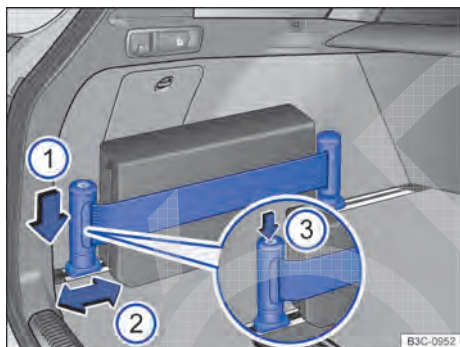

Fig. 132 No compartimento de bagagem: cinta tensora.
- Pressionar o suporte para baixo ⇒ Fig. 132 ① e, ao mesmo tempo, empurrar para a posição desejada ②.
- Pressionar o botão do suporte ③ para apertar a cinta.